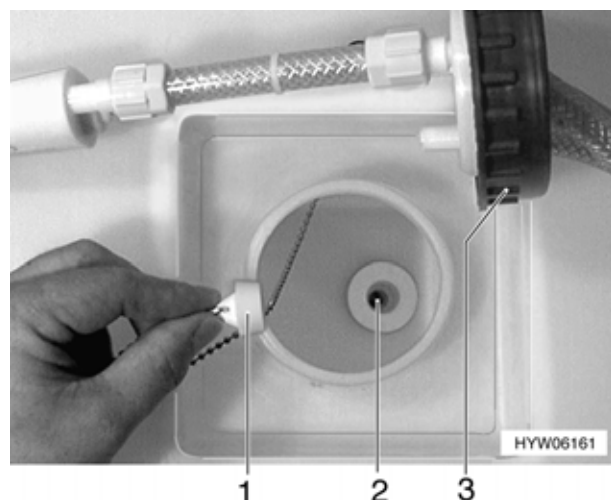

Bild 135 Frischwassertank, Verschluss-Stopfen (Variante 1)
Variante 1 (Bild 135):
- Ablassöffnung (Bild 135,2) im Frischwassertank mit beiliegendem Verschluss-Stopfen (Bild 135,1) schließen.
- Verschluss-Stopfen (Bild 135,1) herausziehen.